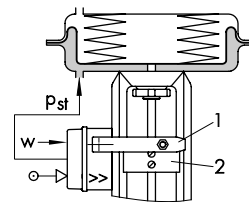

Fig. 5 · Sens d'action >>
Pour une grandeur directrice croissante, la pression de sortie peut augmenter (sens direct >>) ou diminuer (sens inverse <<). Le sens d'action dépend de la position de montage du bloc buse-palette qui peut être tourné de 180°. Le bloc buse-palette porte l'indication >> ou <<. Lors d'une modification du sens d'action ou de la position de sécurité, il est nécessaire de modifier la position de montage du positionneur (fig. 5 à 8).
La position de montage du positionneur en fonction du type de servomoteur, de la grandeur directrice et du sens d'action est représentée sur les fig. 5 à 8.
"Tige sort par ressorts (TS)" (fig. 5, 6). – les ressorts entraînent la tige motrice vers le bas.
Les fig. 5 à 8 montrent les différents montages et sens d'action. Les indications "Montage à droite" ou "Montage à gauche" sont valables lorsque l'on regarde l'appareil du côté du levier (1) et de la plaque (2).